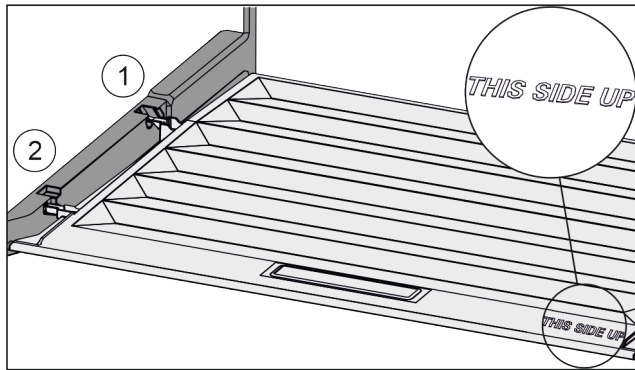

Fig. 46
- ▶ Introduzca los nervios de la tapa por la abertura en el soporte trasero Fig. 46 (1) y encájelos por delante en el soporte Fig. 46 (2).